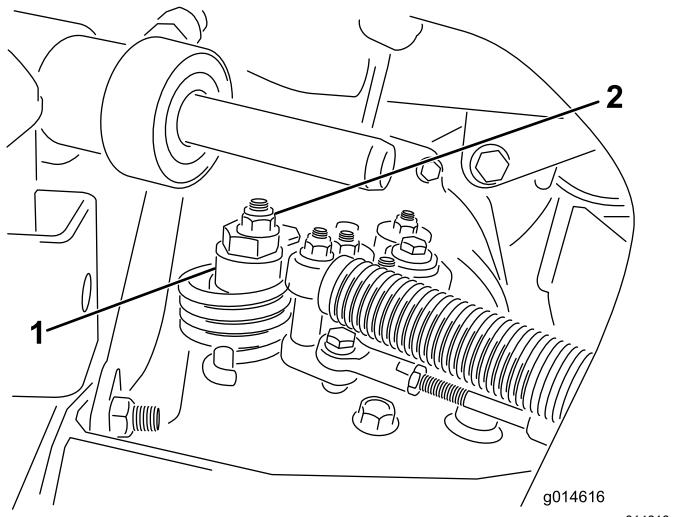

Figure 34
- Desserrez l'écrou de fixation de l'excentrique en haut de l'hydrostat (Figure 34).
- Tournez l'excentrique jusqu'à ce que la roue ne tourne plus dans aucune direction. Lorsque la route arrête de tourner, serrez l'écrou pour bloquer l'excentrique et le réglage (Figure 34). Vérifiez le réglage avec la commande d'accélérateur en position BAS RÉGIME, puis HAUT RÉGIME.